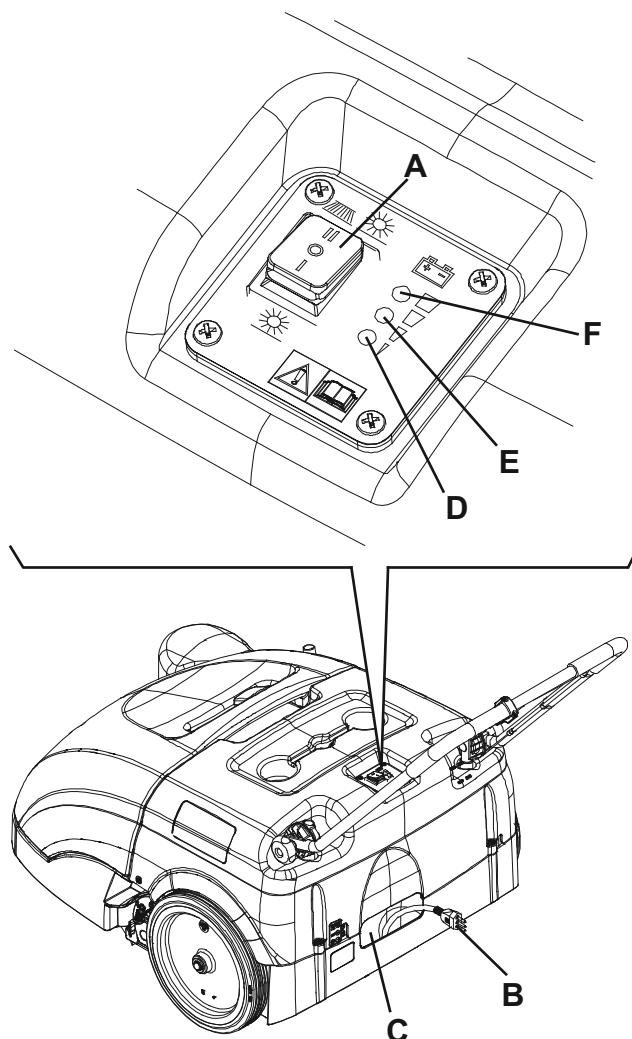

Figure 12
2. Positionner l'interrupteur général (A, Fig. 12) sur "0".
3. Déposer le câble (B) du chargeur de batterie du logement (C) et le brancher au réseau électrique (D) et le brancher au réseau électrique (C) et le brancher au réseau électrique (C).